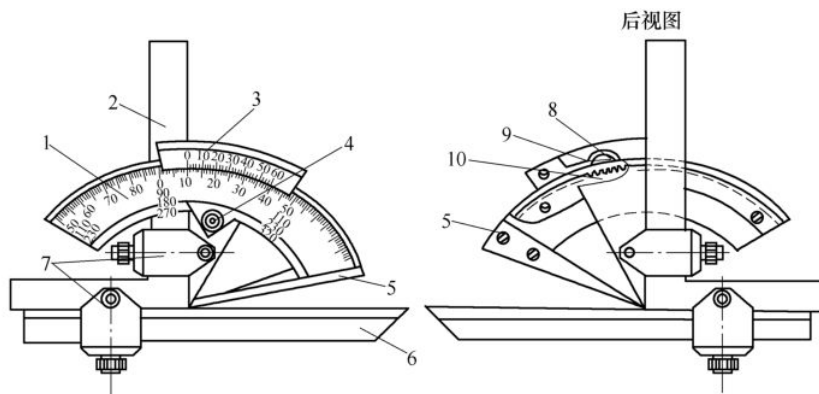
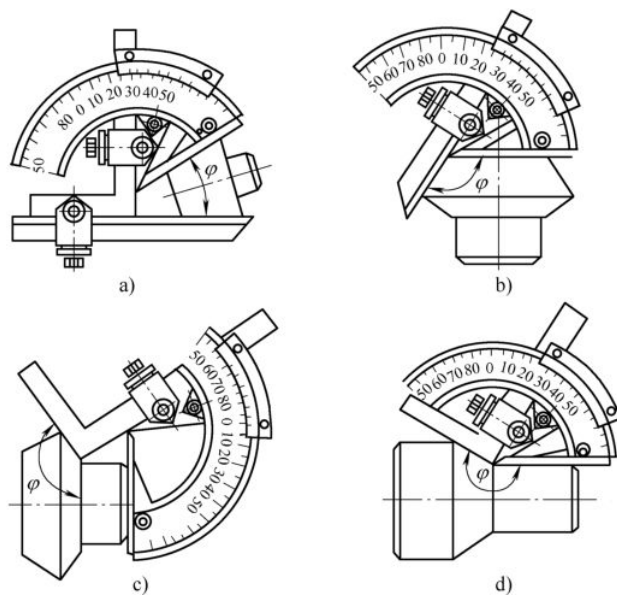

图 2-14 游标万能角度尺
图 2-15 游标万能角度尺的使用方法
(2) 游标万能角度尺 游标万能角度尺是利用游标读数原理直接测量工件角度或进行划线的一种角度量具。它由主尺 1、基尺 5、游标尺 3、直角尺 2、直尺 6、卡块 7、锁紧装置 4 等组成，如图 2-14 所示。捏手 8 可通过小齿轮 9 转动扇形齿轮 10，使基尺 5 改变角度，带动主尺 1 沿游标尺 3 转动，直角尺 2 和直尺 6 可以配合使用，也可以单独使用。用游标万能角度尺测量工件角度的方法如图 2-15 所示，它可以测量 $0^\circ \sim 320^\circ$ 范围内的任何角度。主尺上每相邻两条刻线间的夹角为 1° ；游标尺上也有刻线，是取主尺的 29° 等分为 30 格刻线，所以游标尺上每相邻两条刻线间为 $29^\circ/30$ 。因此，主尺与游标尺两刻线间的夹角差为 $1^\circ - (29^\circ/30) = 1^\circ/30 = 2'$ ，也就是说，游标万能角度尺的分度值为 $2'$ 。游标万用角度尺适用于机械加工中内、外角度的测量，可测量 $0^\circ \sim 320^\circ$ 的外角及 $40^\circ \sim 130^\circ$ 的内角。